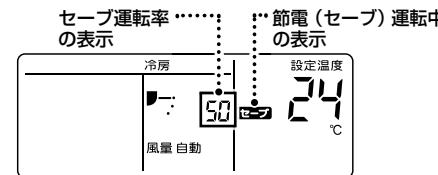

図3:節電(セーブ)運転中の画面
- セーブ運転率の設定後は、節電(セーブ)運転中画面が表示されます。(図3)